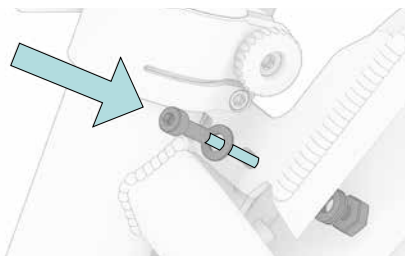

Fig. 9
Le porte-bagages est alors installé avec deux vis cylindriques M5 (4), les écrous autobloquants M5 (5) et quatre rondelles (6) sur la tôle de raccordement. Cet assemblage aussi n'est pas serré à fond pour l'instant (fig. 9).